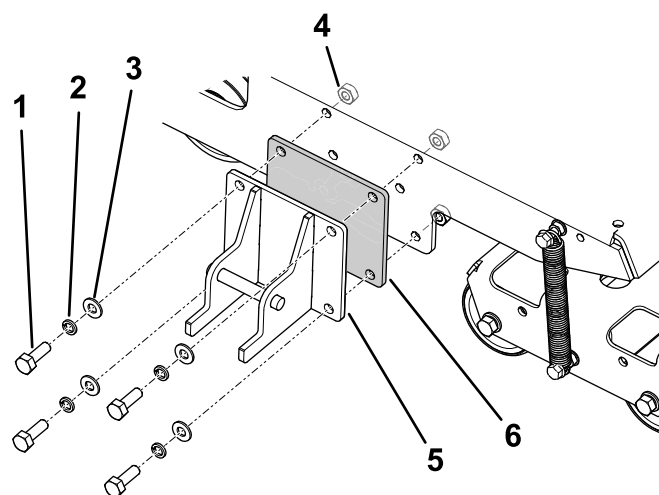

Bild 1
- Richten Sie die Beilagscheibe wie in **Bild 1** dargestellt aus.